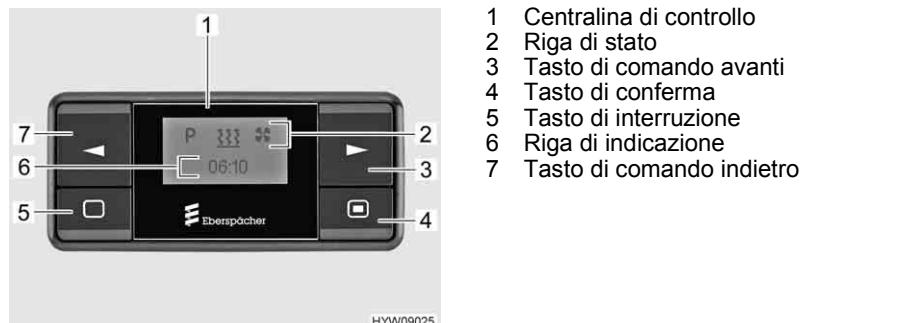

Fig. 53 Centralina di controllo per riscaldamento
Il riscaldamento viene comandato mediante la centralina di controllo (Fig. 53,1) all'interno dell'abitacolo. La centralina di controllo è formata da due parti:
Tramite la riga di stato (Fig. 53,2) è possibile selezionare le seguenti funzioni:
La riga di indicazione (Fig. 53,6) visualizza numeri e testi. Si possono selezionare le indicazioni seguenti:
La riga di stato (Fig. 53,2) indica quali funzioni sono attivate:
■ Premere il tasto (Fig. 53,4) sulla centralina di controllo (Fig. 53,1) fino a che sul display viene visualizzato il simbolo del riscaldamento.
■ Premere il tasto (Fig. 53,5) sulla centralina di controllo (Fig. 53,1) fino allo spegnersi del simbolo del riscaldamento sul display.